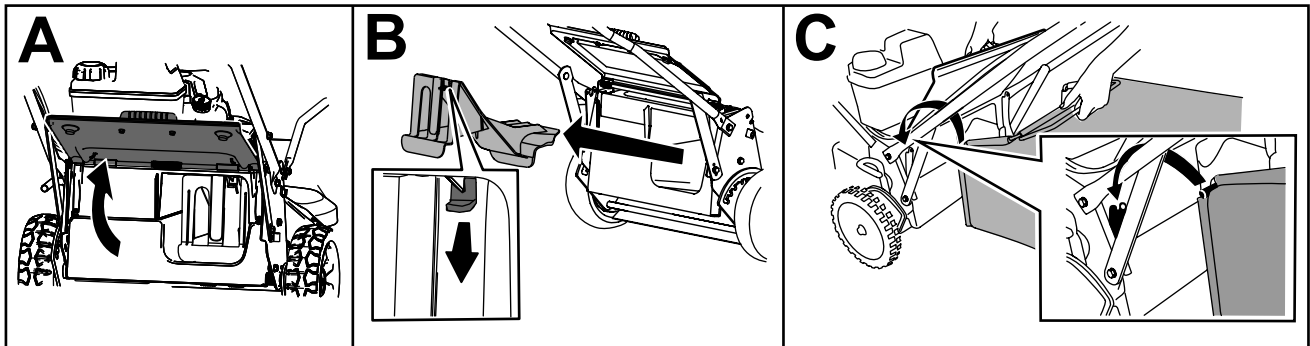

Figure 18
1. Soulevez le déflecteur arrière et maintenez-le dans cette position (A de Figure 18).
2. Retirez l'obturateur d'éjection arrière en appuyant sur le dispositif de verrouillage avec le pouce et en tirant l'obturateur hors de la machine (B de Figure 18).
3. Placez la tige du bac dans les crans à la base du guidon et agitez le bac d'avant en arrière pour vous assurer que la tige est bien engagée au fond des deux crans (C de Figure 18).